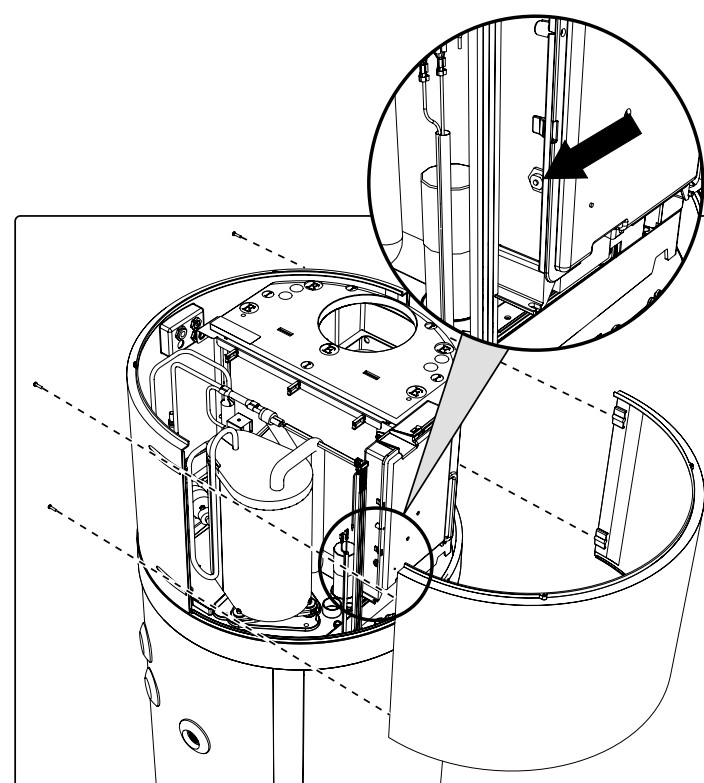

fig. 30- Extracción del panel frontal
- Retire el panel frontal y restablezca manualmente el termostato de seguridad accionado (fig. 30). En caso de accionamiento, el pasador central del termostato sobresaldrá